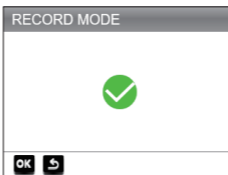

Abbildung 8.1.5
4. Zum Ändern der Einstellung des Aufnahmemodus (siehe Abbildung 8.1.5) wählen Sie Aufnahmemodus und drücken Sie [OK]. Der Aufnahmemodus ist standardmäßig eingeschaltet, aber Sie können ihn ausschalten, indem Sie erneut [OK] drücken.